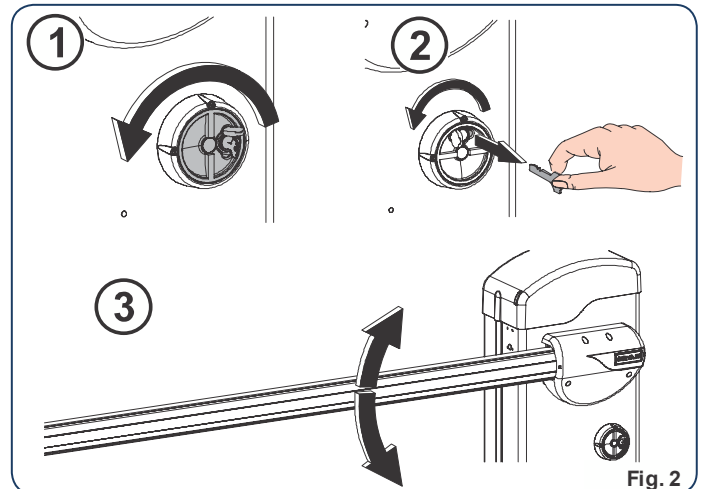

Fig. 2
- Gire el dispositivo de desbloqueo en sentido antihorario hasta su tope, fig. 2 ref. ①.
- Gire la llave en sentido antihorario hasta su tope y quítela, fig. 2 ref. ②.
- Mueva manualmente la barra hasta su tope, fig. 2 ref. ③.